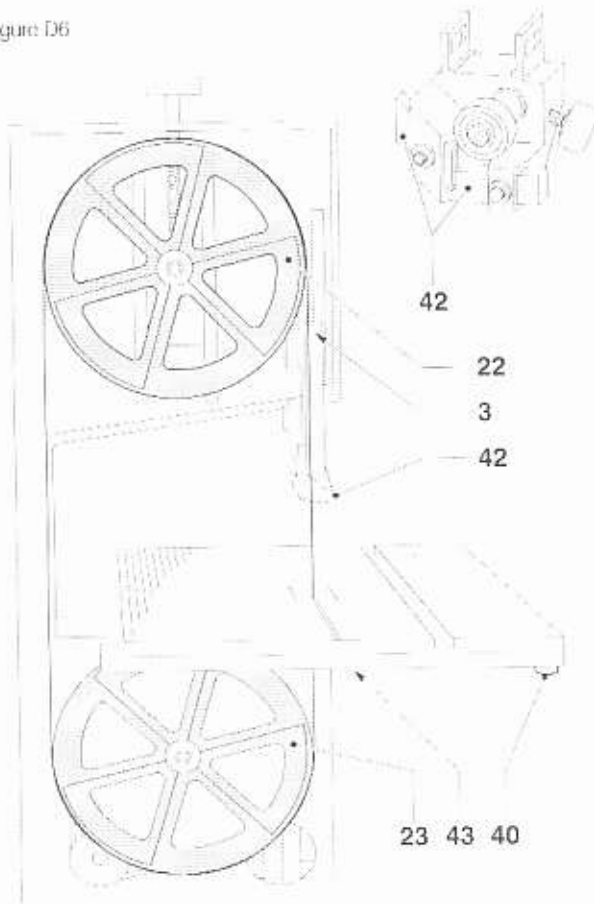

Figure D7
11. Assurez-vous que les dents de la lame sont orientés vers le bas et vers l'avant (fig. D7).